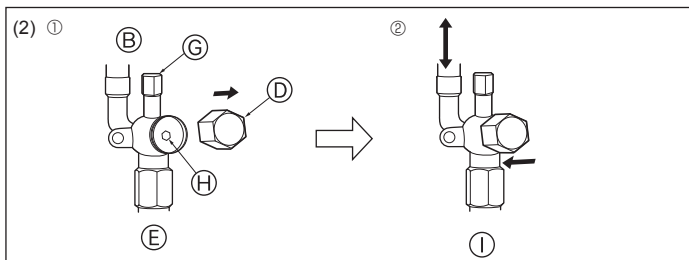

Fig. 4-10
- Lato del liquido (Fig. 4-10)